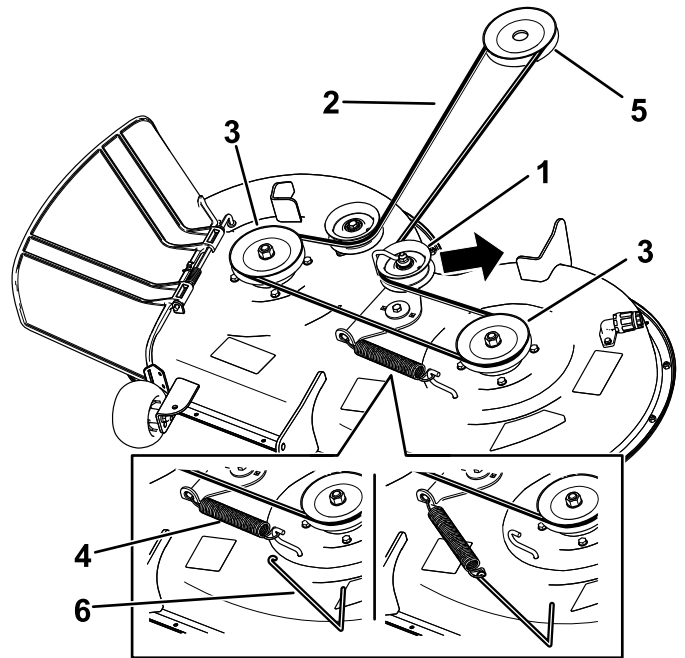

Bild 57
7. Entfernen Sie die Spanscheibenfeder mit einem Werkzeug zur Federentfernung (Toro Bestellnummer 92-5771) vom Mähwerkhaken, um die Spannung von der Spanscheibe zu nehmen, und rollen Sie den Riemen von den Spanscheiben (Bild 57).
8. Verlegen Sie den neuen Riemen um die Motor- und Mähwerkriemenscheiben (Bild 57).
9. Setzen Sie die Spanscheibenfeder mit einem Werkzeug zur Federentfernung (Toro Bestellnummer 92-5771) auf den Mähwerkhaken, um die Spanscheibe und den Mähwerkriemen zu spannen (Bild 57).